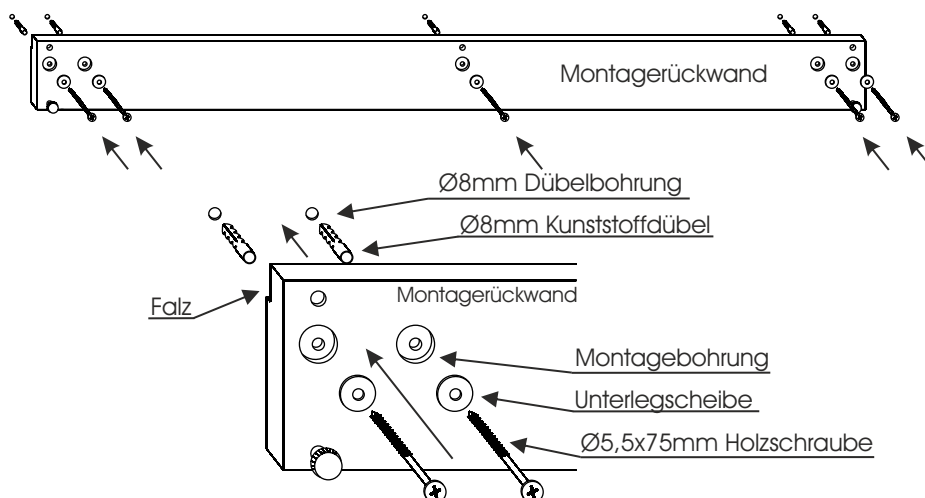

Abb. 3
6. Bohren Sie die Dübellöcher mit einem Ø8mm Bohrer und montieren Sie die Montagerückwand mit den Ø8mm Kunststoffdübeln, Unterlegscheiben und Ø5,5x75mm Holzschrauben waagrecht an die Zimmerwand. (Abb. 3)